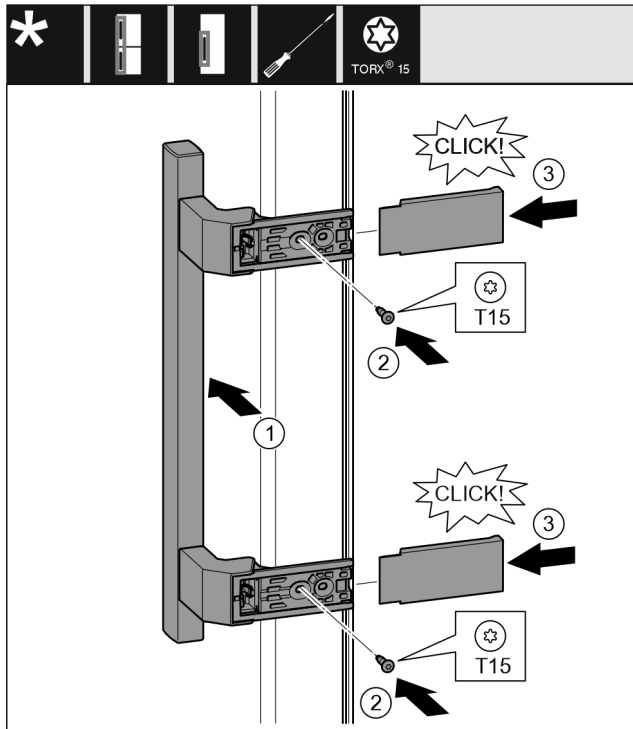

Fig. 15
- Pange käepide vastasküljel kohale. Fig. 15 (1)
- Keerake kruvid kruvikeerajaga T15 kinni. Fig. 15 (2)
- Pange katted küljel kohale ja lükake peale. Fig. 15 (3)